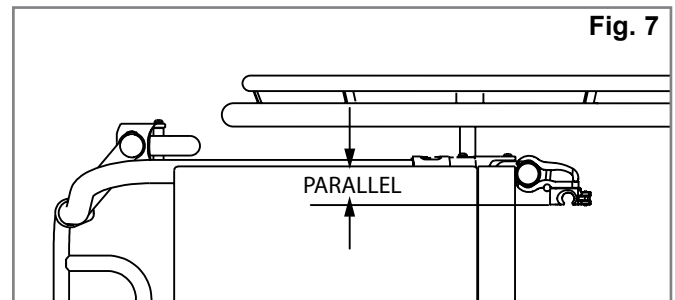

Fig. 7
BEFESTIGUNG DER VIER-PUNKT-HALTERUNG (OPTIONAL) (FIG. 7, 8, 9)
1. Lockern Sie die Klemmschrauben (A) mit dem mitgelieferten 4mm Sechskantschlüssel und schieben Sie die Klemmen auf die Rückenrohre (B).
2. Die Halterungen müssen sich an beiden Rückenrohren auf der gleichen Höhe (Fig. 8) und parallel zum Sitzrahmen befinden (Fig. 7).
3. Ziehen Sie die Klemmschrauben (A) nach. Lösen Sie die Muttern an den Klammern (C) und die Schrauben für den Befestigungsstift (F) mit dem 10mm Ringschlüssel, bis sich die Halterung leicht in alle Richtungen bewegen lässt.